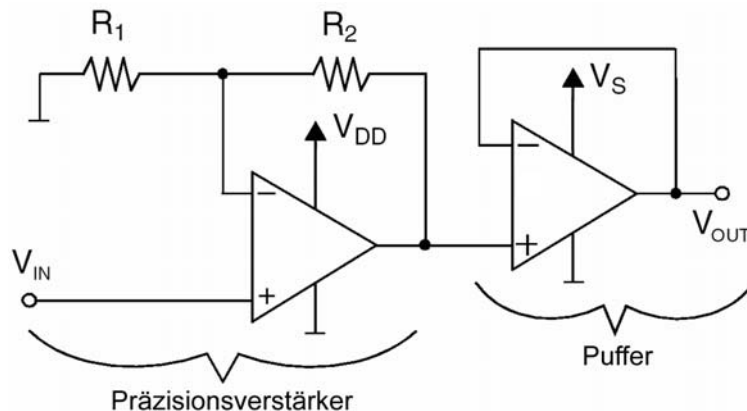

Abbildung 4.4.6 Impedanzwandler im Einsatz (Anwendungsbeispiel; nach: Microchip)
Dieser Fachbegriff besagt, daß ein als Impedanzwandler (also mit Gegenkopplungsfaktor 1) gegengekoppelter Verstärker nicht ins Schwingen gerät. Abbildung 4.4.6 zeigt ein typisches Praxisbeispiel.
- stabiler Verstärker (unity gain stable). Der einzelne Überschwinger am Anfang ist zulässig. Sonst schwingt nichts. Kann z. B. in der Schaltung von Abbildung 4.4.6 eingesetzt werden.